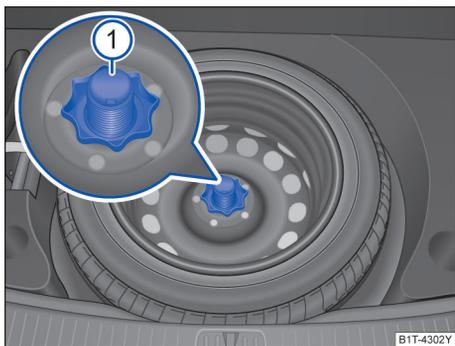

图 242 行李厢内：备用轮胎固定手轮
- 逆时针拧下备用车轮中间的固定手轮 → 图 242 ①，拆下备用车轮。